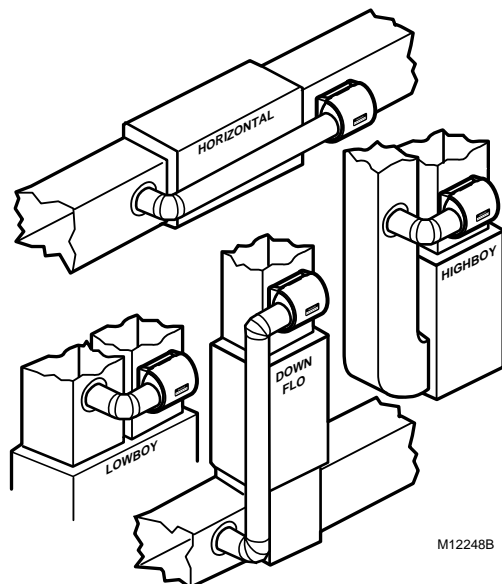

Fig. 1. Emplacements types de l'humidificateur.
1. Déterminer l'endroit le mieux approprié pour l'humidificateur et tracer une ligne de niveau sur le plenum. Voir la Fig. 1.